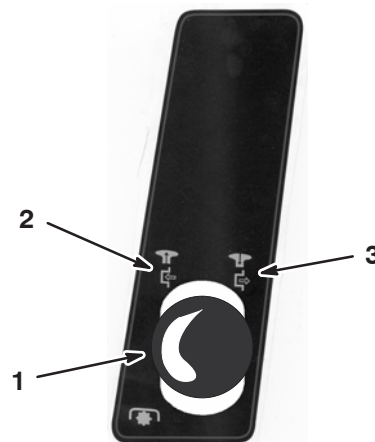

Figure 10
4. Désengagez la commande des lames (PdF) (voir la Figure 10).
5. Si le moteur est froid, placez la commande d'accélérateur en position Starter (Fig. 10).